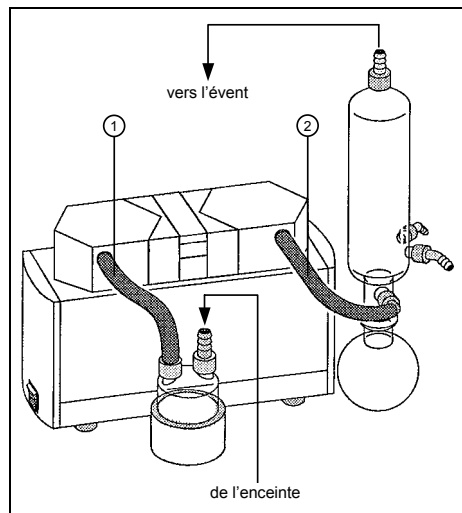

Fig. 8 : Raccordement système SH... (pompes à deux têtes).
- ② Fixer le support sur la plaque de base en serrant les vis à 6 pans creux.
- ③ Raccordement pour les pompes à deux têtes suivant figure 8. Pour le raccordement des pompes à une tête, ou en version Aluminium (reconnaisable à la lettre « A » de la référence), prière de contacter KNF. Choisir les matériaux des tuyaux en fonction des gaz véhiculés.
⚠ Veuillez respecter l'assignation correcte des raccordements du condenseur pour le gaz et l'eau de refroidissement ; les entrées et sorties de gaz ne doivent pas être interverties (figure 8).